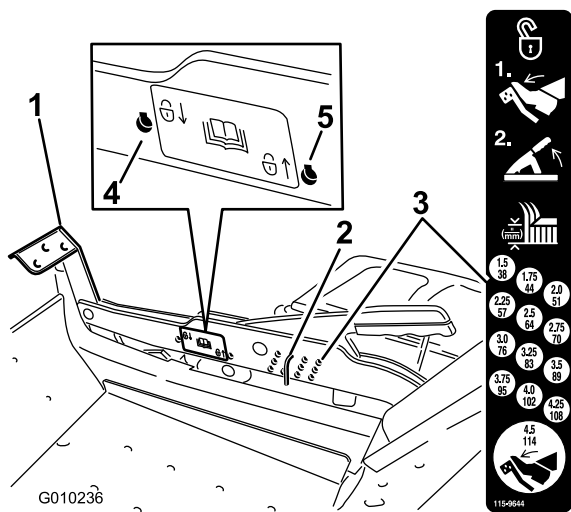

Figure 24
1. Appuyez sur la pédale de relevage du tablier avec le pied et relevez le tablier en position de transport (qui est aussi la position de hauteur de coupe de 114 mm [4-1/2"]) (Figure 24).
2. Pour changer la hauteur de coupe, retirez l'axe du support de hauteur de coupe (Figure 24).
3. Placez l'axe dans le trou du système de hauteur de coupe correspondant à la hauteur de coupe voulue (Figure 24).
- Appuyez sur la pédale de relevage du tablier avec le pied et relevez le tablier en position de transport (qui est aussi la position de hauteur de coupe de 114 mm [4,5"]) (Figure 24).
- Retirez l'axe du support de hauteur de coupe (Figure 24).
- Sélectionnez un trou sur l'autocollant de verrouillage et insérez l'axe (Figure 24).